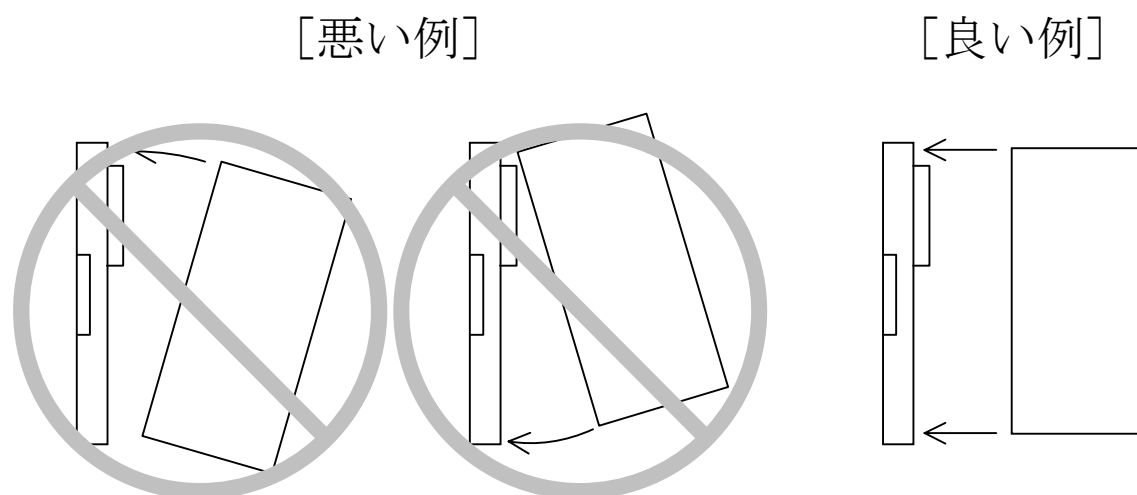

図1-3 モジュール実装方法
- 図1-3のように、マウントベースに対して、正面からまっすぐに実装してください。斜めに実装すると、ピンが曲がり、オプションモジュールが誤動作することがあります。